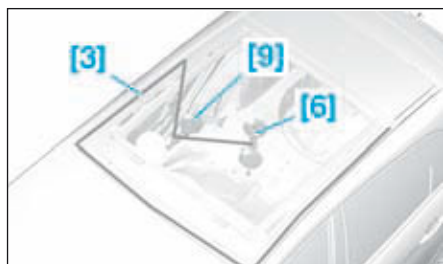

FIG.18
- Déplacer les outils [6] et [9] suivant l'évolution de la découpe du cordon de colle (Fig.18).